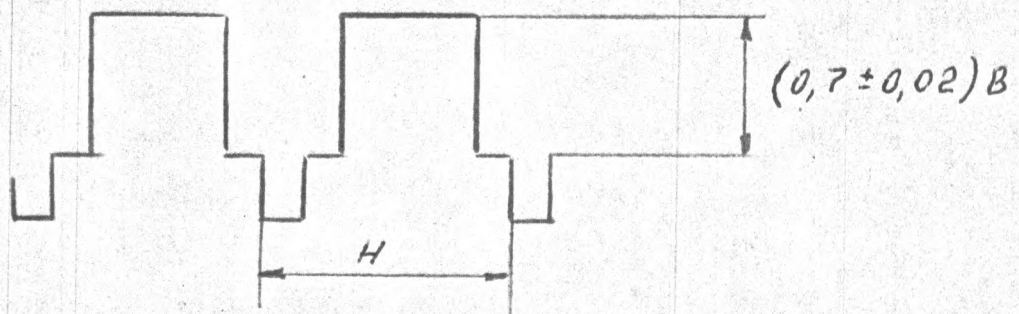

РИС. 7.12
7.6.8.3. ПОДКЛЮЧИТЕ К КОНТАКТУ =A4-XS1:19 ОТНОСИТЕЛЬНО =A4-XS1:17 РЕЗИСТОР СОПРОТИВЛЕНИЕМ  $(75 \pm 1,5)$ ОМ И КОНТРОЛИРУЯ ОСЦИЛЛОГРАФОМ С1-81 НА КОНТАКТЕ =A3-XP5:1 ВОСПРОИЗВЕДИТЕ ТОЛЬКО ЧТО СДЕЛАННУЮ ЗАПИСЬ. РЕЗИСТОРОМ A3-R47 УСТАНОВИТЕ РАЗМАХ ВИДЕОСИГНАЛА  $(0,7 \pm 0,02)$ В ОТ УРОВНЯ "ЧЕРНОГО" ДО УРОВНЯ "БЕЛОГО" (РИС. 7.12).